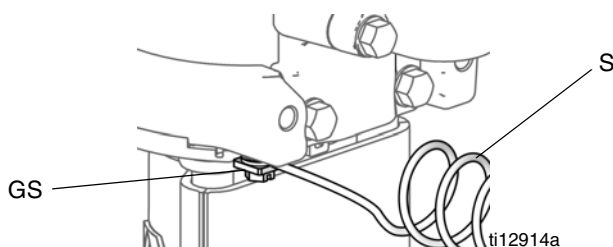

Рис. 4. Винт и провод заземления
Смотрите Рис. 4. Убедитесь в том, что винт заземления (GS) прикреплен и надежно затянут на пневматическом двигателе. Подсоедините другой конец провода заземления (S) к точке истинного заземления.